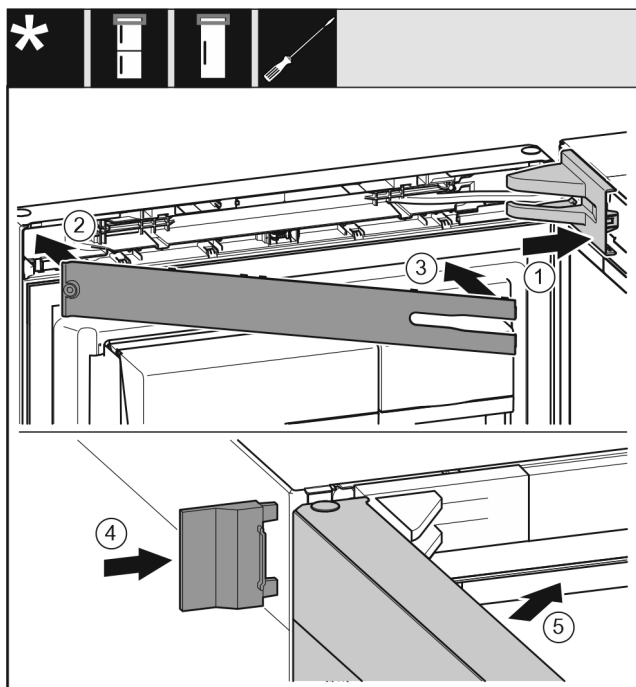

Fig. 51
- ▶ Założyć osłonę płytki zawiasu i zazębić, ew. ostrożnie odsunąć. Fig. 51 (1)
- ▶ Założyć zaślepkę. Fig. 51 (2)
- ▶ Przechylić i zazębić zaślepkę. Fig. 51 (3)
- ▶ Wsunąć zewnętrzną osłonę. Fig. 51 (4)
- ▶ Zamknąć górne drzwi. Fig. 51 (5)